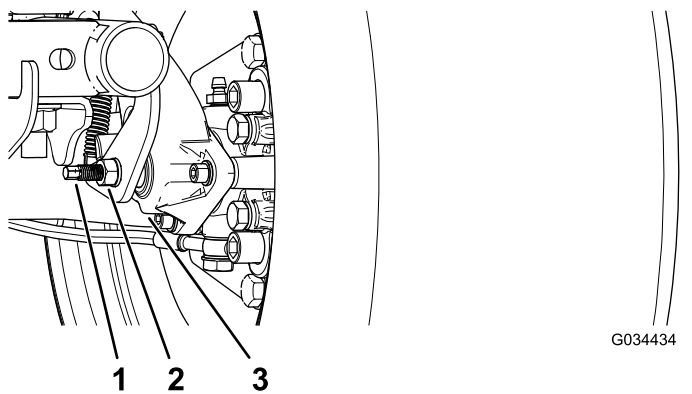

Figura 63
3. Usando 2 llaves, sujete el espárrago de ajuste de la pinza con una llave y afloje la contratuerca ¼ de vuelta con la otra llave (Figura 63).
4. Sujetando el espárrago de ajuste y la contratuerca para que no se muevan, gire el espárrago de ajuste hacia dentro para apretarlo (Figura 63).
5. Sujetando el espárrago de ajuste y la contratuerca para que no se muevan, afloje el espárrago ¼ de vuelta (Figura 63).
6. Sujetando el espárrago de ajuste y la contratuerca para que no se muevan, apriete la contratuerca (Figura 63).